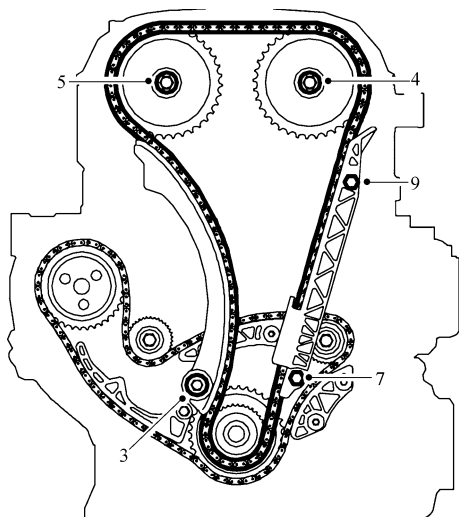

图 7-18 步骤 3) ~5)、步骤 7) ~9) 操作示意图
- 步骤 3) ~ 5) 和 7) ~ 9) 的操作示意图见图 7-18。